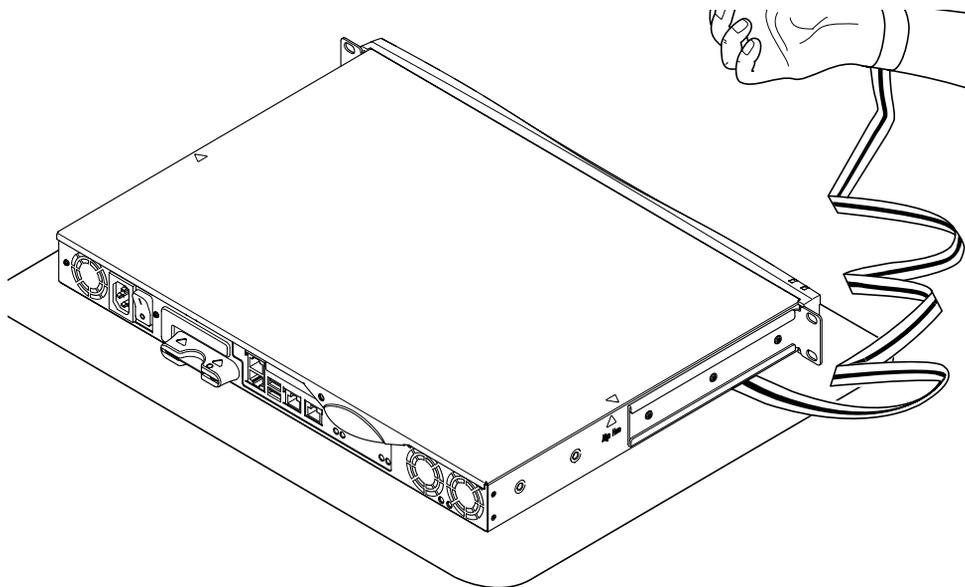

РИС. 8-2 Пользование антистатическим браслетом, входящим в комплект поставки
**Внимание** – В системе имеются электронные детали, чрезвычайно чувствительные к статическому электричеству. Не прикасайтесь к металлическим деталям. Помещайте изделие на антистатическую подкладку (см. РИС. 8-2). Пользуйтесь антистатическим браслетом, входящим в комплект поставки сервера, который следует прикрепить к металлическому основанию корпуса сервера, прежде чем прикасаться к внутренним компонентам системы.
1. Поставьте сервер на заземленную антистатическую подкладку и прикрепите к нему антистатический браслет (см. РИС. 8-2).
1. **Поставьте устройство на заземленную антистатическую подкладку и присоедините к нему антистатический браслет (см. РИС. 8-2).**
1. Поставьте устройство на заземленную антистатическую подкладку и присоедините к нему антистатический браслет (см. РИС. 8-2).